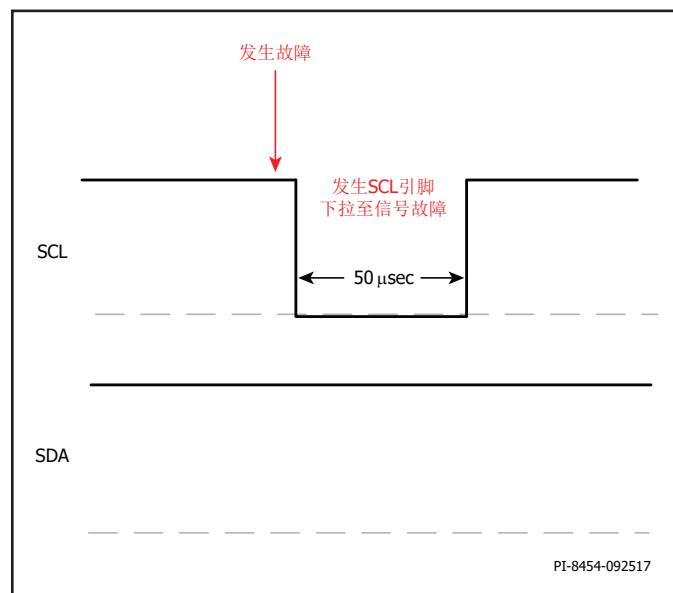

图19. 空置I^C期间的Interrupt屏蔽
1. 当SCL引脚处于闲置模式时（见图19），一旦检测到故障，就会发生故障Interrupt。Interrupt将SCL引脚下拉50 μs，然后释放回HI状态。